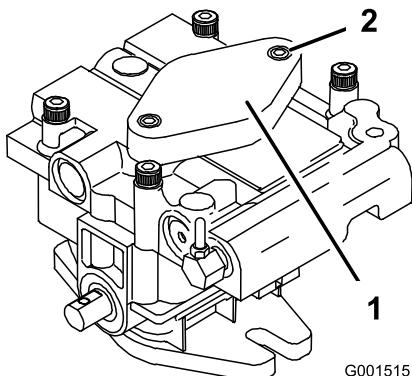

Figura 62
7. Para cebar la bomba de carga, afloje los dos tornillos de caperuza de cabeza hexagonal (Figura 62) únicamente 1-1/2 vuelta. Asegúrese de que el motor no está en marcha. Levante el alojamiento de la bomba de carga y espere a que fluya un caudal constante de aceite de debajo del alojamiento. Vuelva a apretar los tornillos de caperuza Haga esto en ambas bombas.